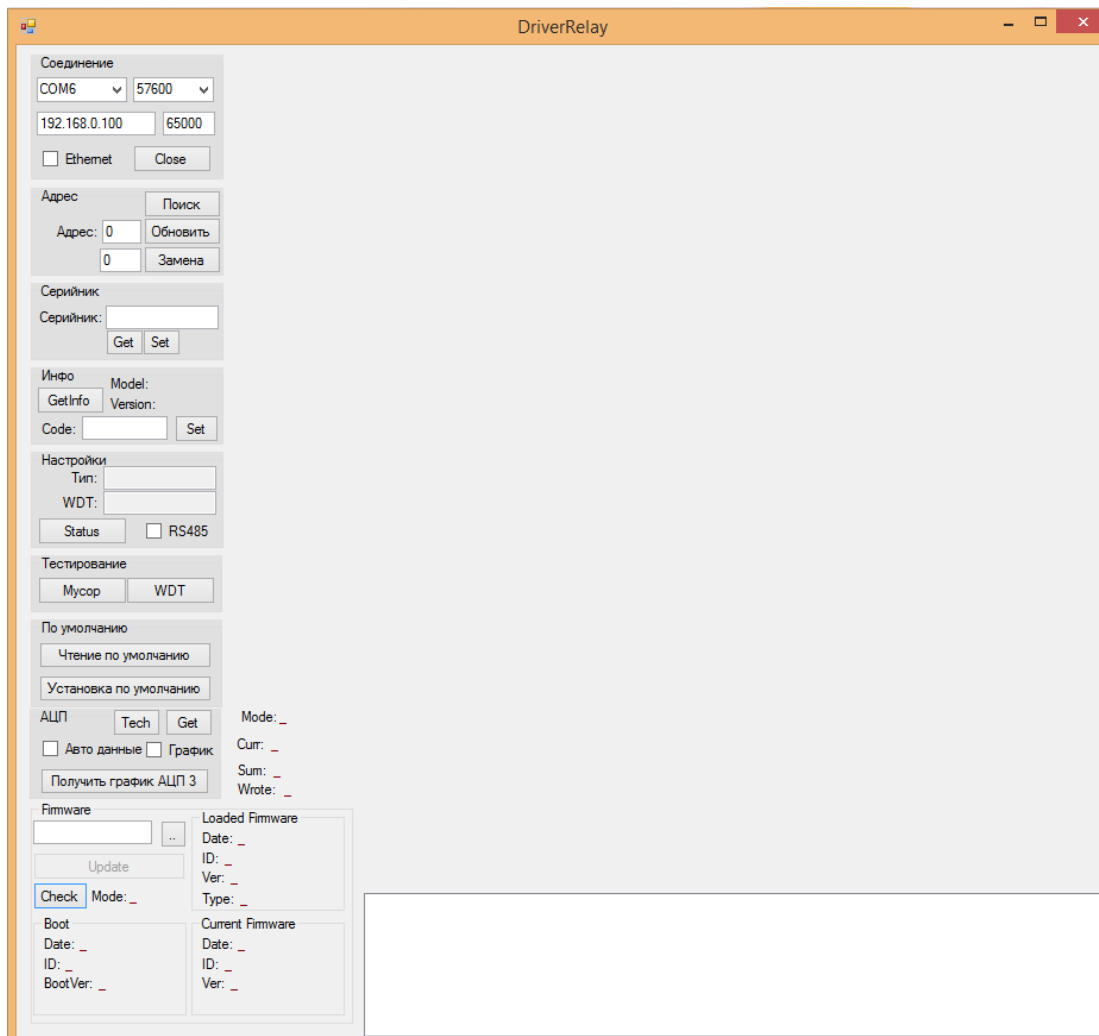

Рисунок 4
- 5) Выбираем COM порт и нажимаем «Connect». Рисунок 4.